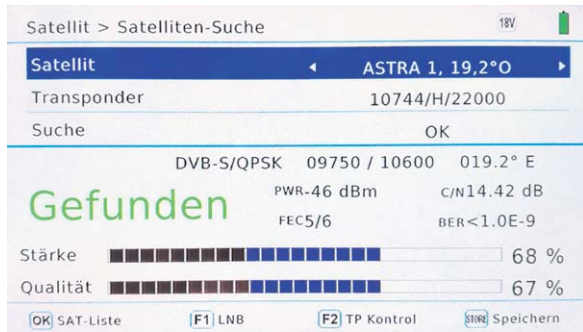

Bild 7: Ist die Antennenschüssel auf den voreingestellten Satelliten ausgerichtet, wird der rote Schriftzug „Suche“ durch den grünen „Gefunden“ ersetzt.
**Sat-Suche.** Der erste Menüeintrag „Sat-Suche“ bringt das Gerät in den Suchmodus mit dem Screen „Satellit > Satelliten-Suche“ (Bild 7). Hier wählt man den Wunschsatelliten (ASTRA 1, 19,2° Ost) und einen seiner Transponder (10744/H/22000 = Downlinkfrequenz in MHz/horizontale Polarisation/Symbolrate in kSymbole/s), geht auf „Suche“ und bestätigt mit „OK“.